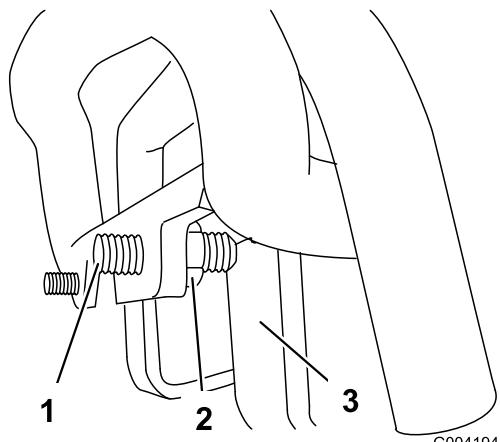

Bild 54
3. Falls die Zugmaschine nach **links** zieht, lockern Sie die **rechte** Klemmmutter und stellen Sie die Spurweiten-Stellschrauben vorne am Fahrantrieb ein (Bild 54).
4. Falls die Zugmaschine nach **rechts** zieht, lockern Sie die **linke** Klemmmutter und stellen Sie die Spurweiten-Stellschrauben vorne am Fahrantrieb ein (Bild 54).